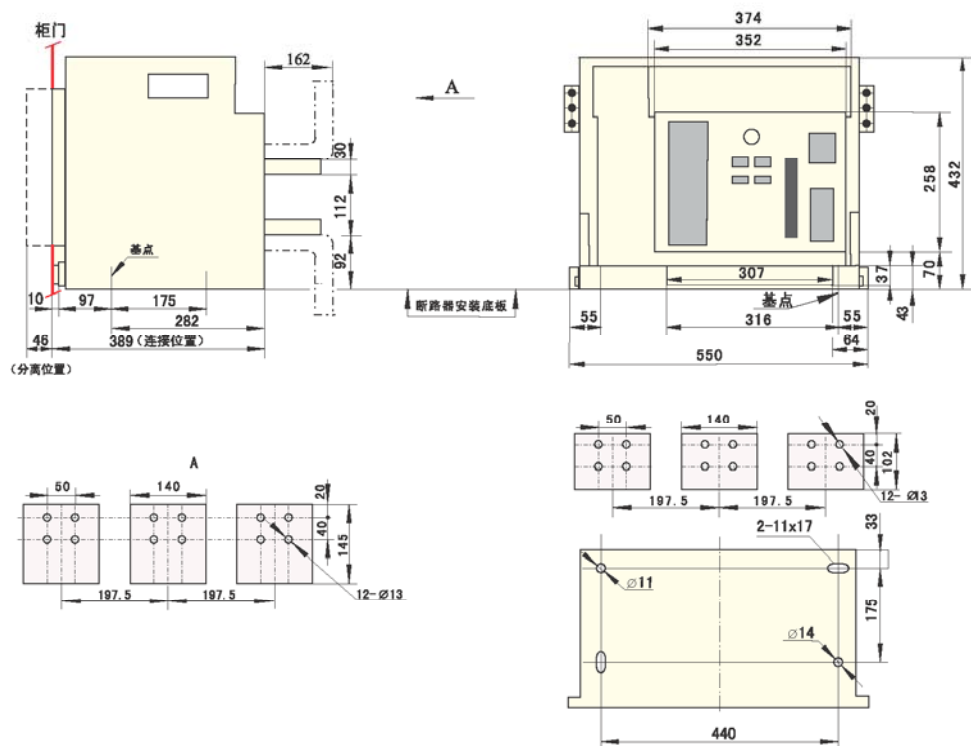

图24
7.5 ZW1-4000/3型外形尺寸及安装尺寸 (见图24) (抽屉式)